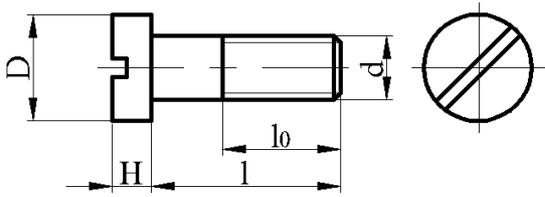

Рис. 12
*Крепежный винт* (рис.12) состоит из стержня с резьбой и головки. Резьбовой частью винт ввертывают в одну из соединяемых деталей.